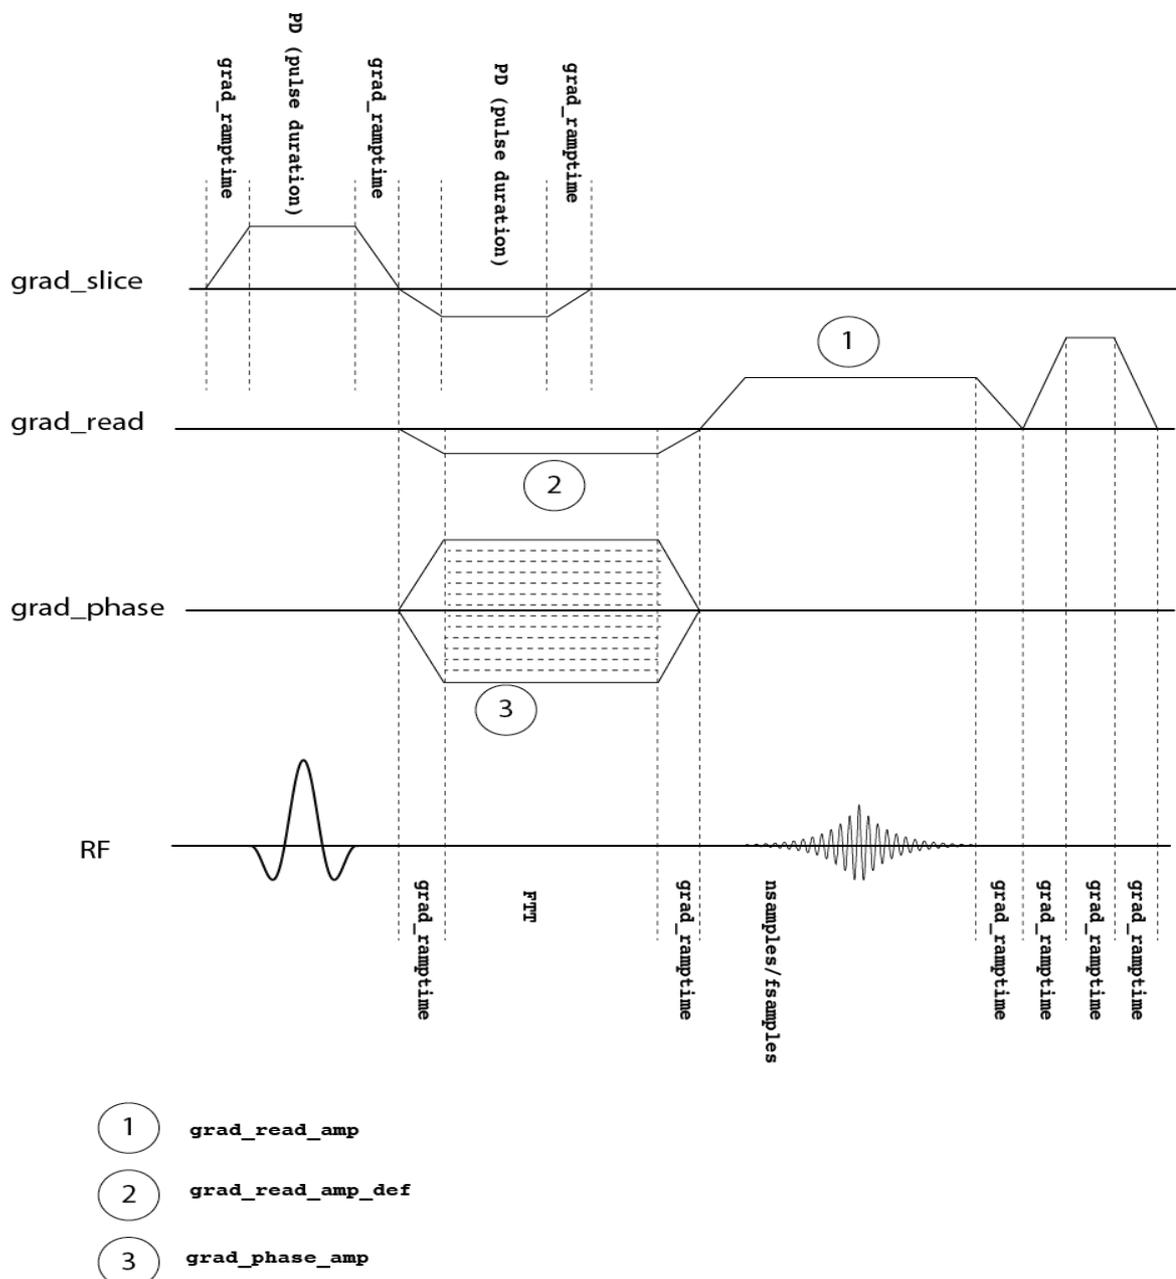

Abbildung 2: Sequenzdiagramm zur FLASH-Sequenz
- Berechnen Sie als nächstes die Schaltdauer FTT (siehe Abbildung 2) als Funktion von grad_ramptime , nsamples , fsample , PD .